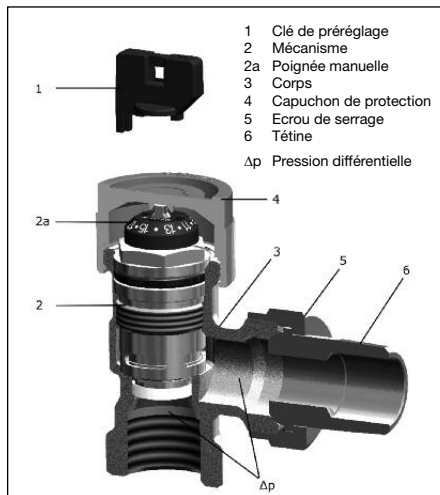

Fig. 5.2 Conception du robinet thermostatique «AQ»
Le débit maximal peut être réglé à l'aide de la clé de préréglage (fig. 5.2, pos. 1) (voir aussi 7.1).
Avec l'appareil de mesure raccordé, la pression différentielle disponible au corps de robinet est mesurée. Pour ce faire, dévisser le mécanisme (pos. 2, fig. 5.2) à l'aide du «Demo-Bloc» et effectuer une mesure avec la tige de mesure de la pression différentielle. Dès lors que la pression différentielle mesurée est égale ou supérieure à la pression différentielle  $\Delta p$  min. (voir 4.1), elle est assez élevée pour permettre la régulation automatique du débit par le robinet.
Le robinet thermostatique est livré avec un capuchon de protection plastique (pos. 4, fig. 5.2) protégeant la tige du robinet et servant au réglage manuel de la levée du robinet pendant les travaux de construction.
Le réglage se fait à l'aide de la clé de pré-réglage (pos. 1, fig. 5.2) qui est montée sur la poignée manuelle (pos. 2a, fig. 5.2).